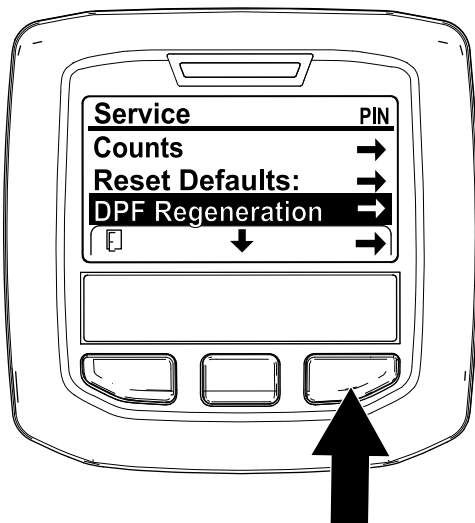

図 32
1. 整備 Serviceメニューから、中央ボタンで下へスクロールして DPF REGENERATIONメニューに入る 図 32。
2. 右側のボタンで DPF Regeneration再生に入る 図 32。